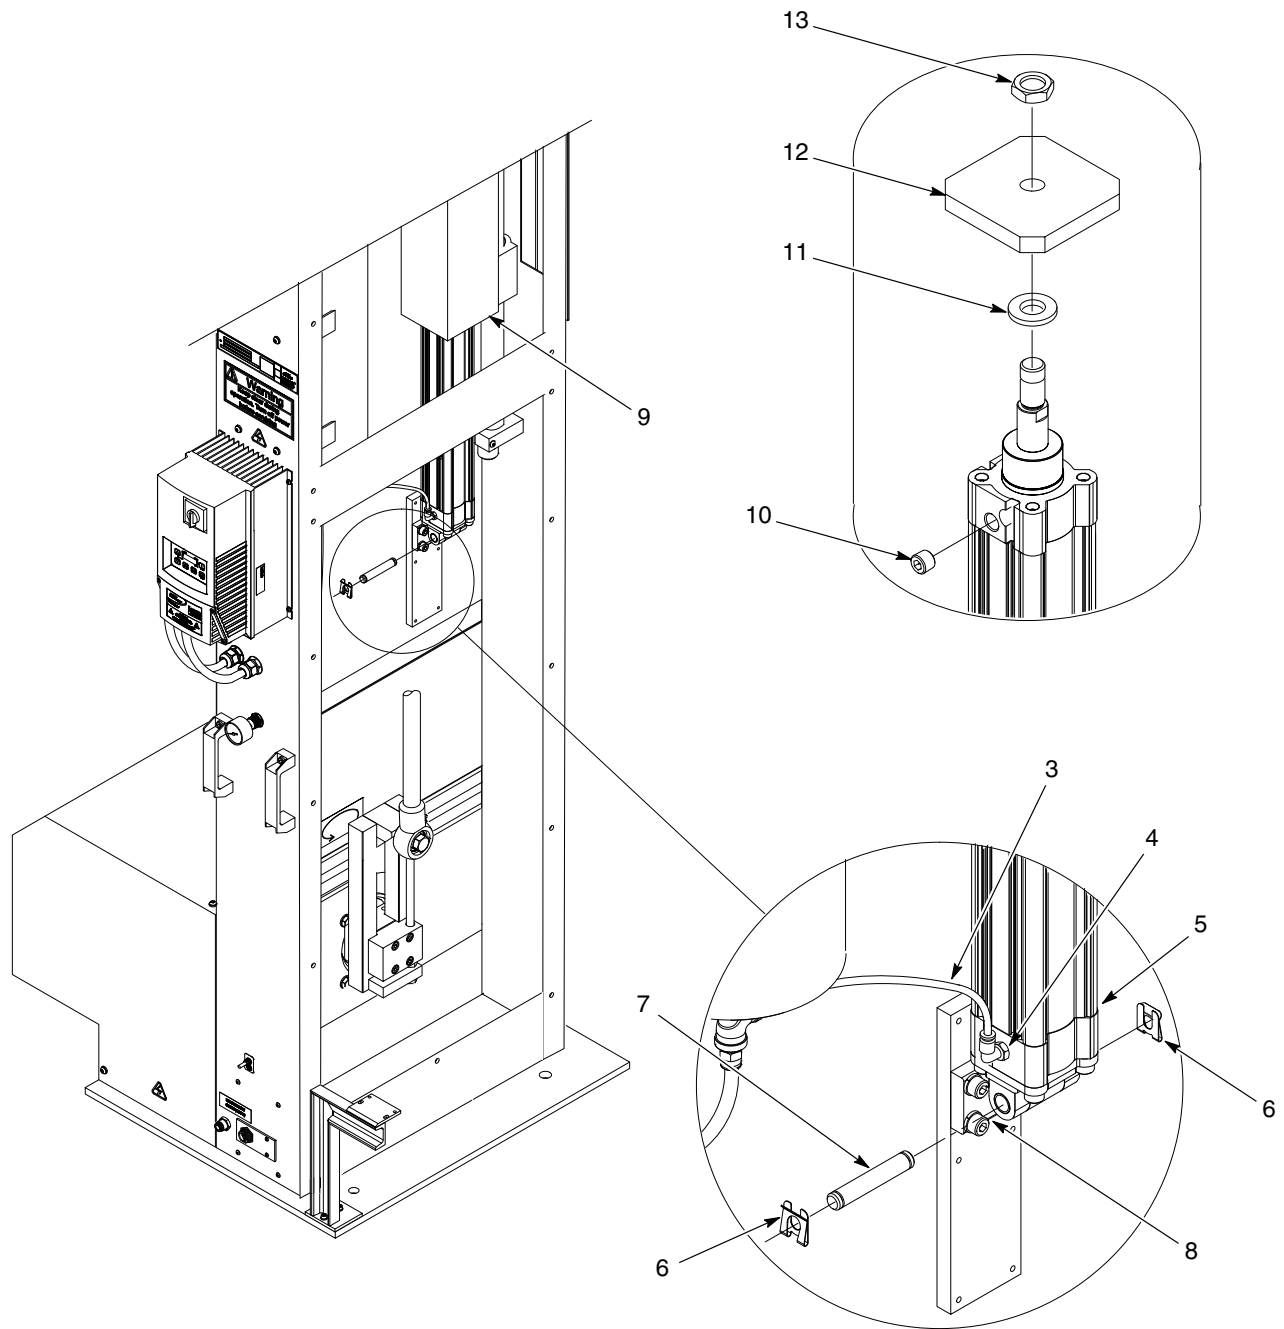

Figura 20 Instalar el cilindro neumático
3. Ver la figura 20. Desconectar la línea de aire (3) del racor del cilindro neumático (4).
4. Extraer las abrazaderas (6) y los pasadores (7) que fijan el cilindro neumático (5) al soporte (8). Extraer el cilindro neumático del tubo de montaje del conjunto de cojinete (9).
- a. Extraer el racor (4), la ventilación (10), la arandela (11), la placa de apoyo (12), y la tuerca de bloqueo (13) del cilindro neumático antiguo.
6. Instalar el cilindro neumático nuevo (5) en el tubo de montaje del conjunto de cojinete (9). Fijar el cilindro neumático utilizando el pasador (7) y las abrazaderas (6).
7. Conectar la línea de aire (3) al racor del cilindro neumático (4).